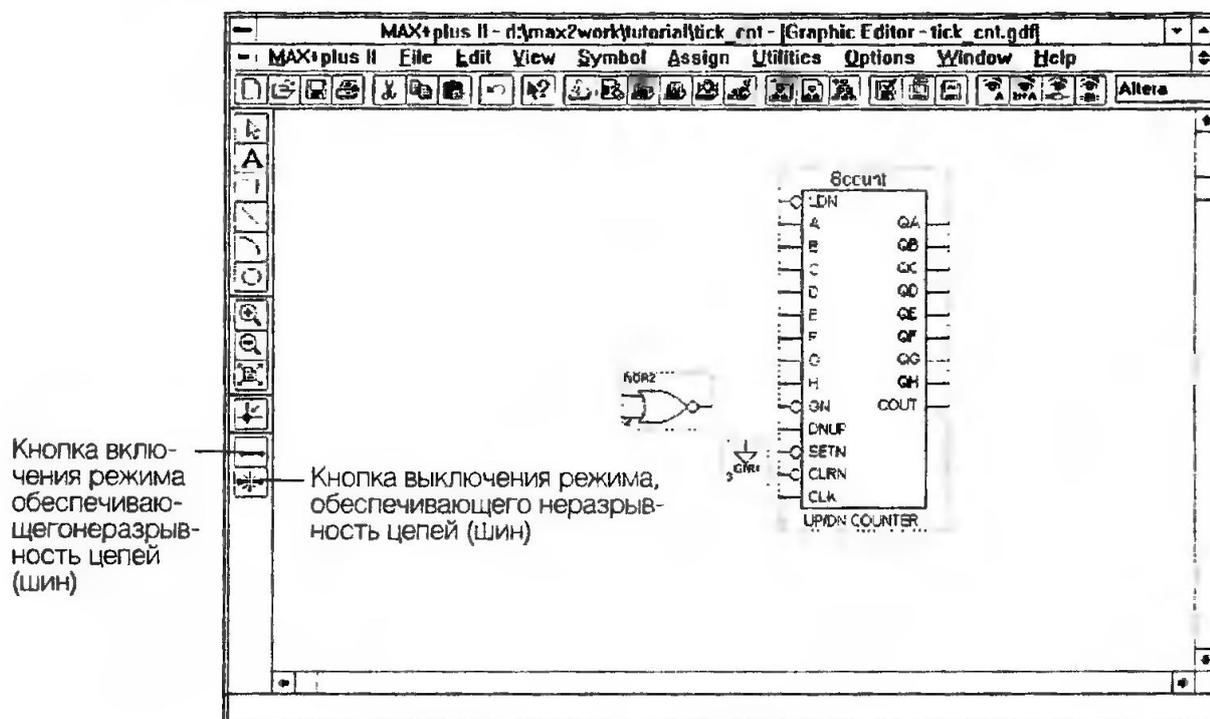

Рис. 2.10
4. Повторите шаги 1–3 для ввода базовых элементов NOR2 и GND слева от символа 8count (рис. 2.10).